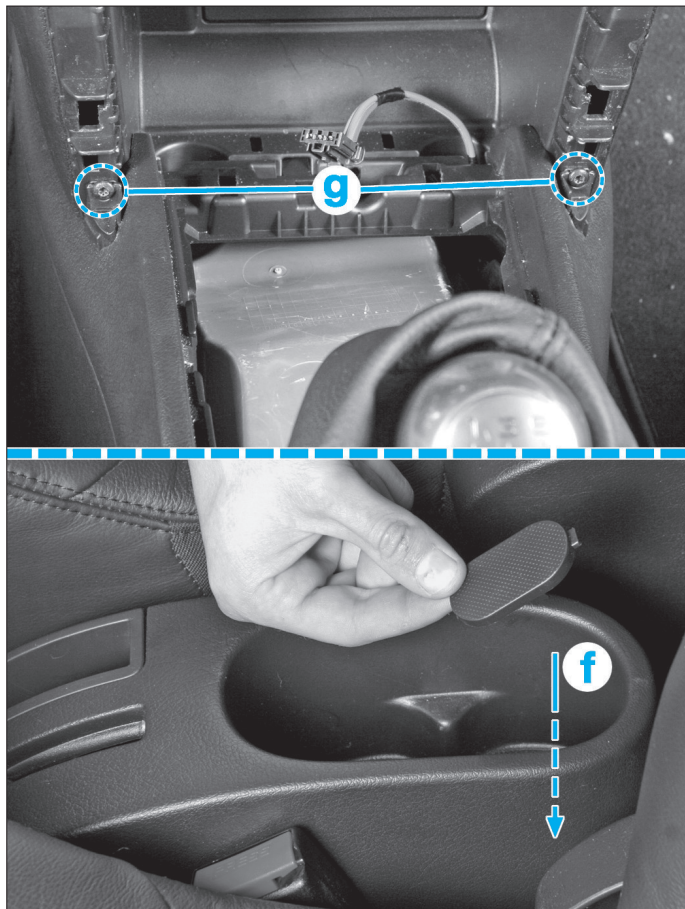

Fig. 27
- Dévisser les 2 fixations (g) à empreinte Torx T20 (Fig.27).